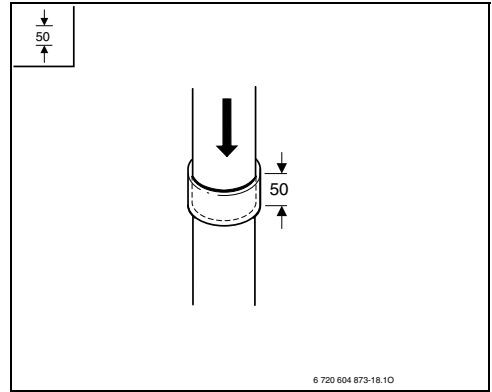

Fig. 26
► Empujar los accesorios de los gases de combustión hasta el apoyo (aquí: 50 mm de profundidad del encaje), (Fig. 26).